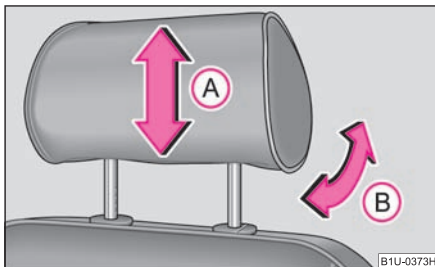

Fig. 62 Reglarea tetierei
- Cuprindeți tetiera cu ambele mâini de părțile laterale și împingeți în sensul indicat de săgeată (A) în sus sau în jos ⇒ fig. 62.
- Tetierele se pot regla prin înclinare în sensul săgeții (B), pentru a corespunde poziției capului ⇒ fig. 62. Prin reglarea tetierei se mărește confortul în timpul deplasării.